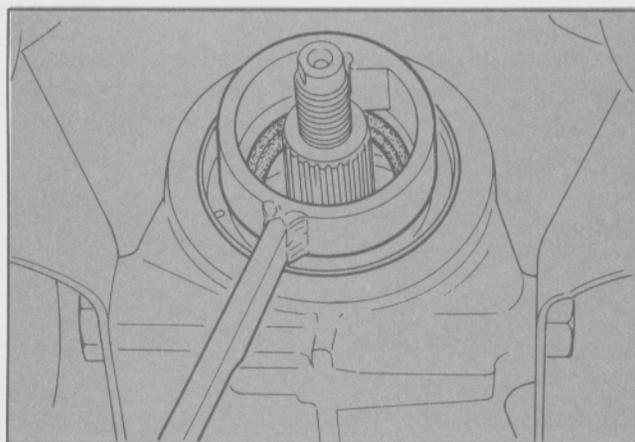

Fig. 62 - Extracción del retén de aceite.
- Retirar el retén de aceite de la carcasa utilizando la herramienta especial T81L-4676-BAS Detalle 3 (Fig. 62).